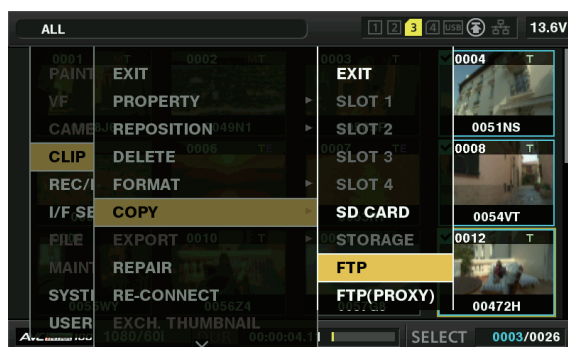

図 1
- 4 サムネール画面からメインメニュー → [CLIP] → [COPY] → [FTP] または [FTP (PROXY)] を選択して転送するクリップを選択する。(図 1)